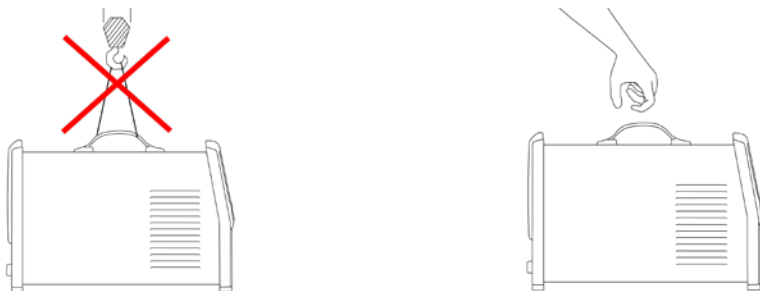

Рис. 7.1. Переноска сварочного аппарата.
**Не переносите сварочный аппарат грузоподъёмными механизмами. Используйте ручку для транспортировки (См. рис. 7.1).**